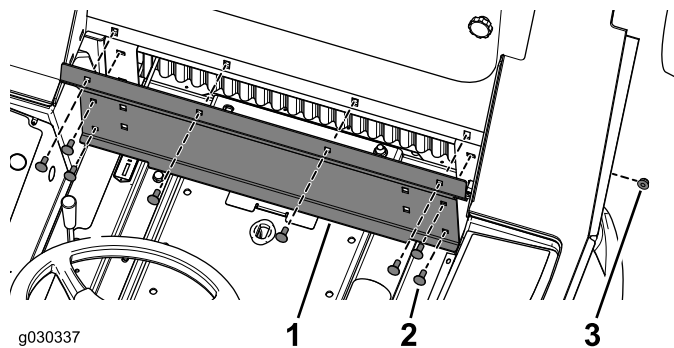

Figura 28
1. Sujete provisionalmente el panel trasero a la cabina con 8 pernos de cuello cuadrado (5/16" x 3/4") y 8 contratuerzas (Figura 28).